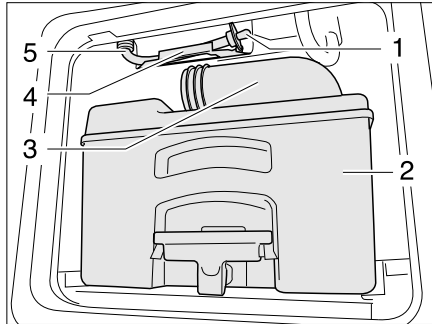

Bild 360 Ablaufschlauch Wassertank Toilette
- Kassette (Bild 360,2) an einer dafür zugelassenen Entsorgungsstelle entleeren und reinigen.
- Den Entleerungsstutzen (Bild 360,3) offen lassen.
- Ablaufschlauch (Bild 360,5) aus der Halterung (Bild 360,4) nehmen.
- Den Ablaufstößel (Bild 360,1) entfernen und Restwasser ausfließen lassen.